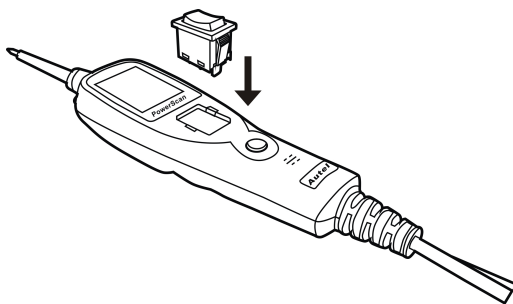

Bild 16
- Überzeugen Sie sich, dass Sie den Schalter gerade einbauen und drücken Sie, bis er bündig mit dem Gehäuse ist. (Bild 16)